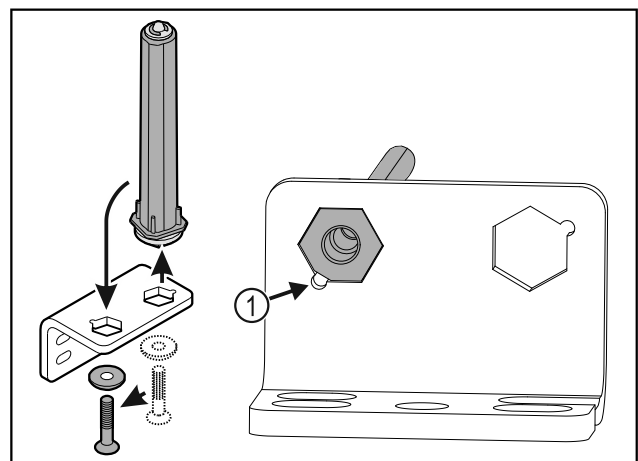

Fig. 33
- ▶ Darauf achten, dass beim Einsetzen die Bolzenabschrägung Fig. 33 (1) zum runden Loch zeigt.